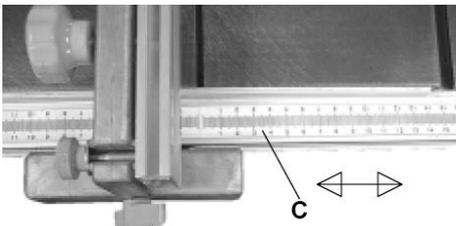

Рис. 11
- Аби відрегулювати шкалу напрямної, послабте 4 гвинти (див. К, Рис. 4) під столом та посуňte шкалу та напрямну (С) у бік (Рис. 11).